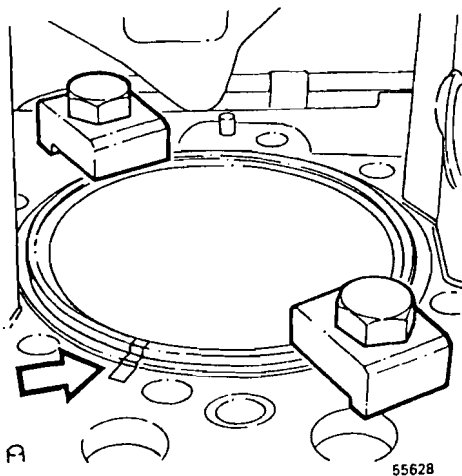

Fig. 104
- 30 Marcar la posición de la camisa en el bloque con un lápiz de marcar para que aquella pueda montarse en la misma posición que al hacer la medición, véase la fig. 104. Quitar después la camisa.
- 34 Montar la camisa según las marcas hechas anteriormente en el bloque, véase fig. 104.